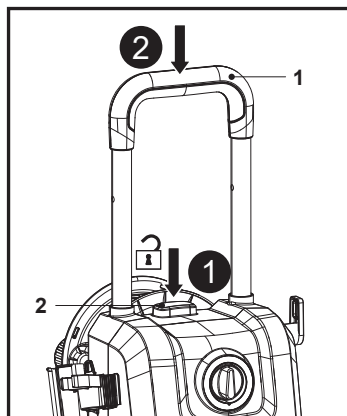

Fig. 17
2. Ține apăsat butonul de blocare a mânerului (2) și apasă mânerul de transport (1) pentru a-l retrace (fig. 17).